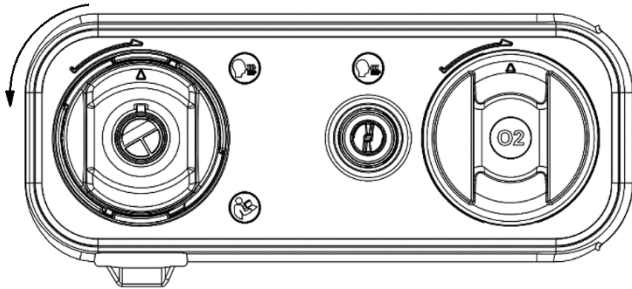

Fig. 3-14 Vista frontal del conjunto espiratorio.
- Una vez que el conjunto haya sido introducido, girar el cuerpo en sentido horario hasta que haga tope y la flecha apunte hacia arriba. El conjunto debería quedar en la posición que se muestra inicialmente en la Fig. 3-14.